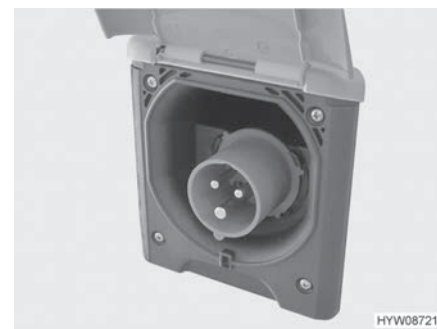

Fig. 81 Collegamento a 230 V al veicolo (presa CEE)
- Aprire la copertura del collegamento a 230 V sul veicolo (Fig. 81) e inserire l'innesto rapido. Verificare che il nasello di innesto del coperchio ribaltabile teso a molla sia innestato.